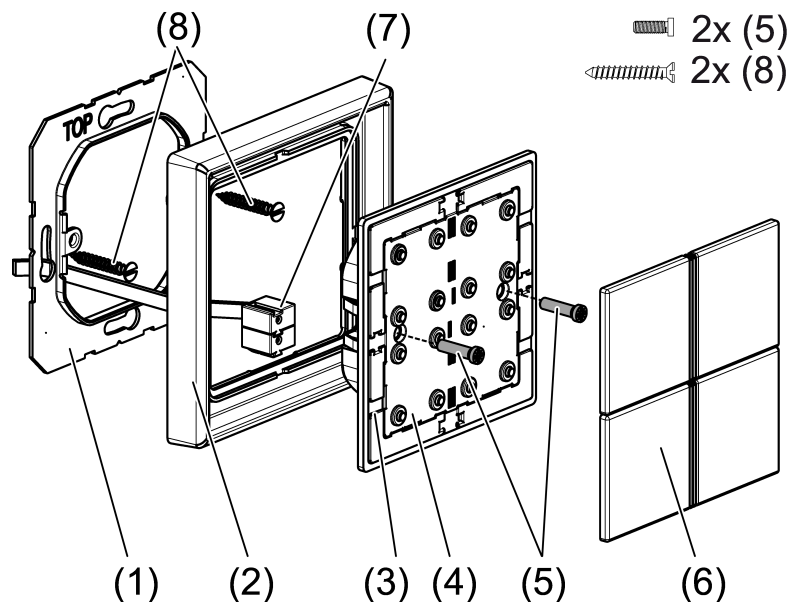

Bild 5: Montage Tastsensor-Modul
- Adapterrahmen (3) lagerichtig von vorn auf das Tastsensor-Modul (4) aufrasten (siehe Bild 5). Kennzeichnung **TOP** = oben beachten.